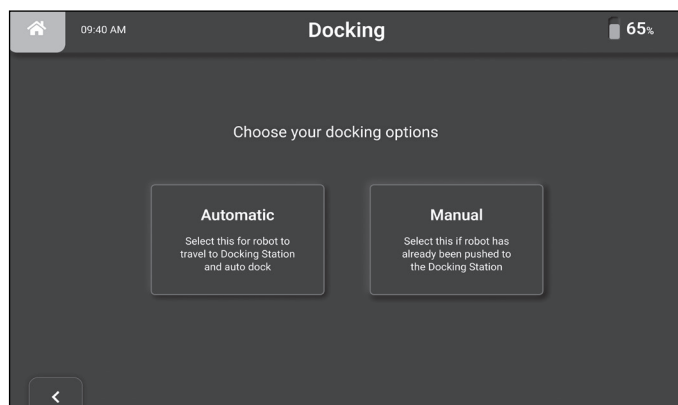

Figure 61
- Sélectionnez la méthode d'amarrage préférée du robot via le mode automatique ou manuel (**Fig. 61**).
- Sélectionnez l'option « Manuel » pour ancrer la machine (**Fig. 61**).